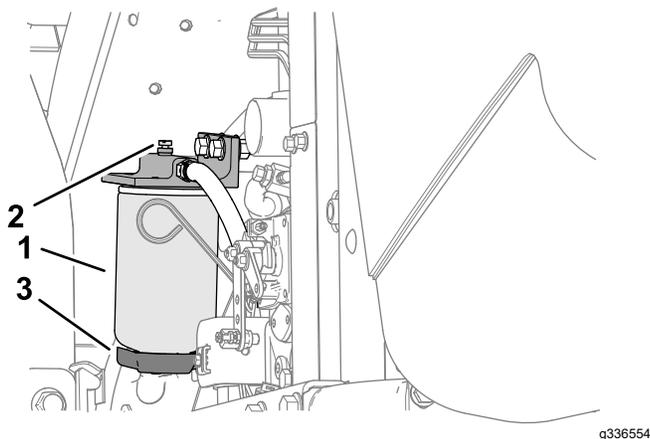

Figura 77
4. Liberte a válvula de escoamento que se encontra na zona inferior do recipiente do filtro (Figura 77).
3. Limpe a zona de montagem do recipiente do filtro (Figura 77).